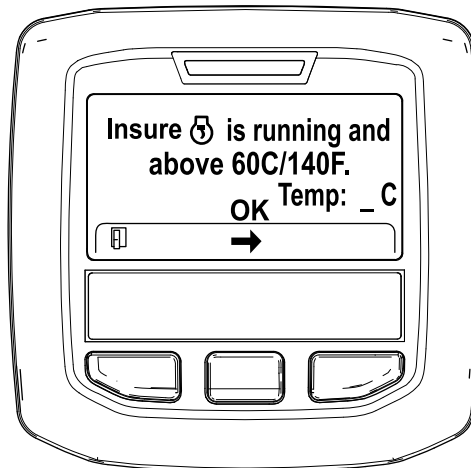

Рисунок 50
5. Если температура охлаждающей жидкости ниже 60 °C (140 °F), появится сообщение «Insure  is running and above 60C/140F» («Убедитесь, что двигатель работает и температура выше 60 °C / 140 °F»). (Рисунок 50).